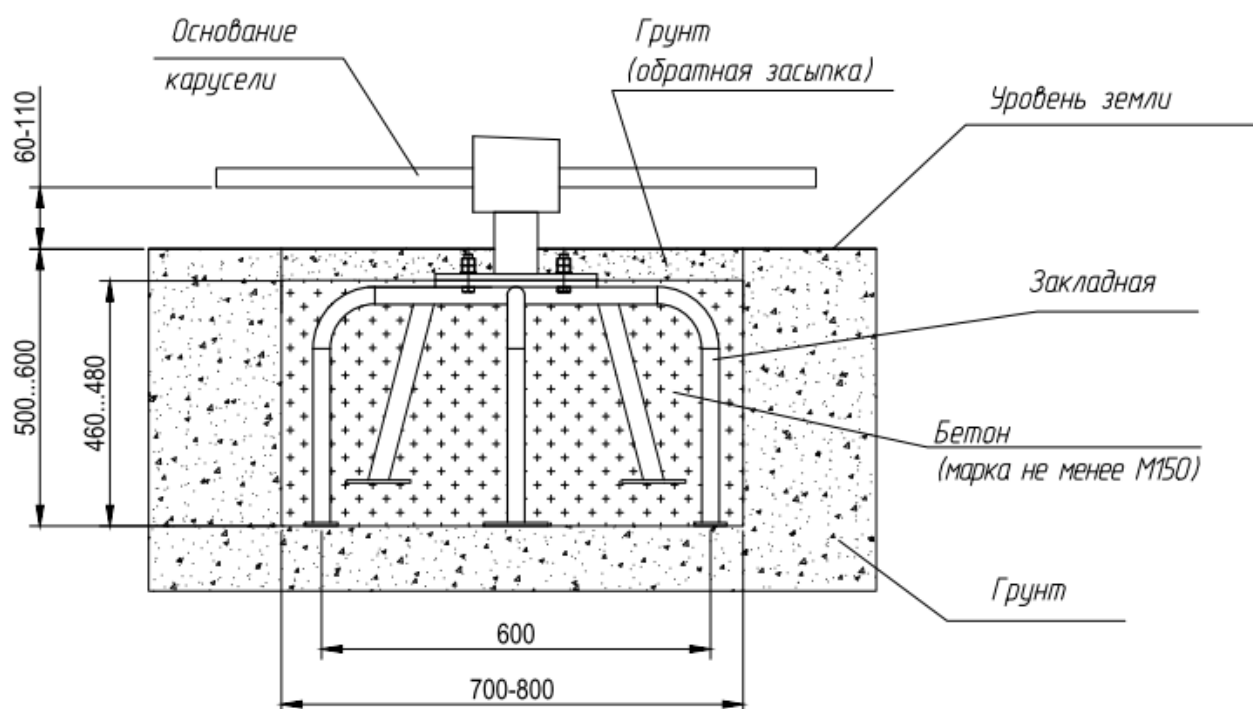

Рисунок 1
Закладные бетонируются согласно схеме, приведенной на рис. 1.
2. Установить карусель в подготовленную лунку, выровнять по уровню, выполнить бетонирование в соответствии с рис.1, а также обратную засыпку грунта.